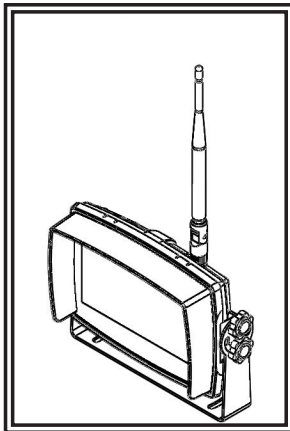

Abbildung 3
- Bringen Sie die Sonnenblende an, wie in der Darstellung gezeigt. Bringen Sie die Antennen so an, dass sie nach oben zeigen, wie in Abbildung 3 dargestellt.